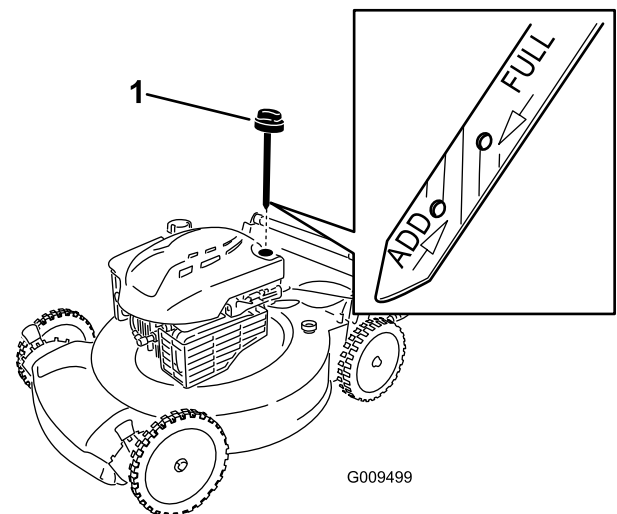

Figura 8
2. Retire la varilla (Figura 8).
Nota: Si el nivel de aceite está por debajo de la marca **Add** de la varilla, vierta una pequeña cantidad de aceite **lentamente** en el tubo de llenado y repita los pasos 3 a 5 hasta que el nivel llegue a la marca **Full** de la varilla (Figura 8).